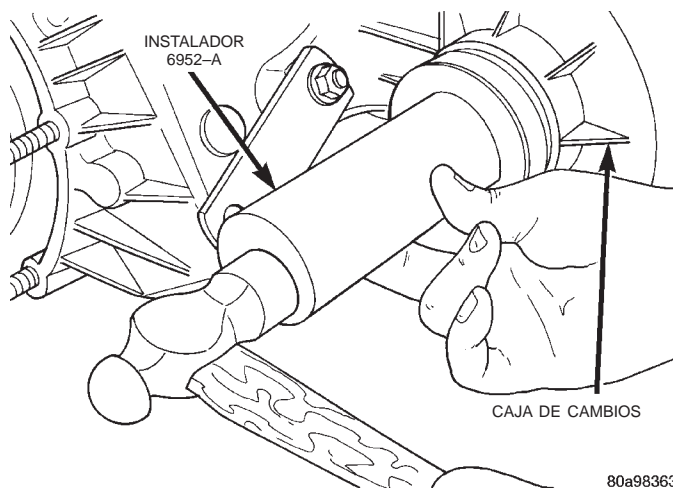

Fig. 51 Instalación de junta de eje transmisor delantero
(5) Instale una nueva junta de aceite del eje transmisor delantero con el instalador 6952-A (Fig. 51).